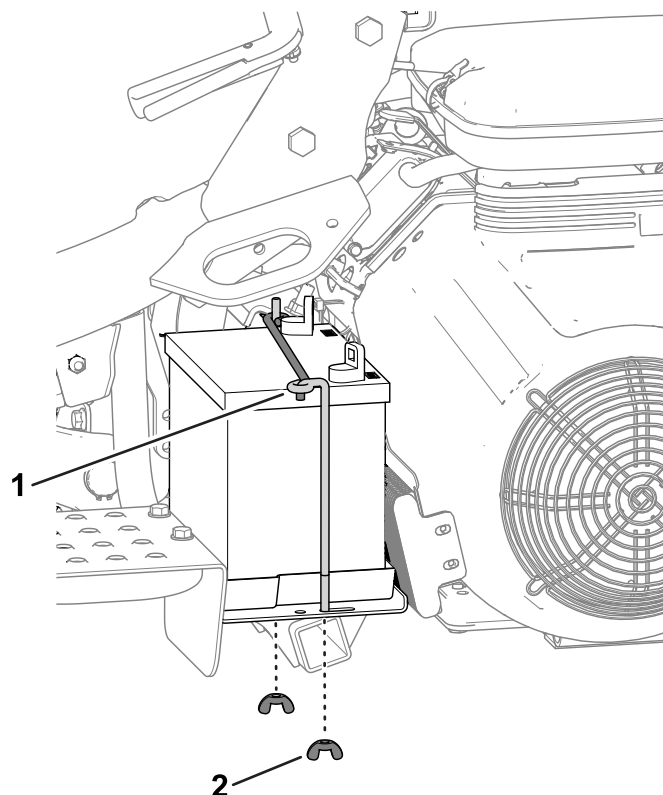

Figura 39
2. Retire las tuercas de orejeta y las varillas que sujetan la batería a la plataforma (Figura 39) y retire la batería.
5. Coloque la batería en la bandeja y sujétela con las varillas y las fijaciones que retiró anteriormente (Figura 39).